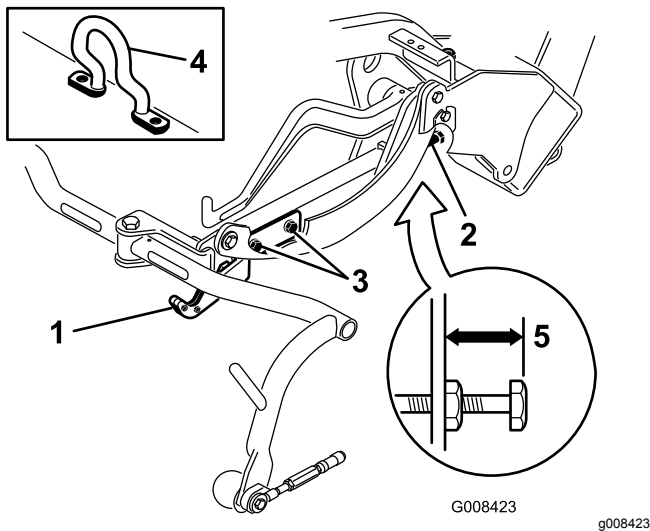
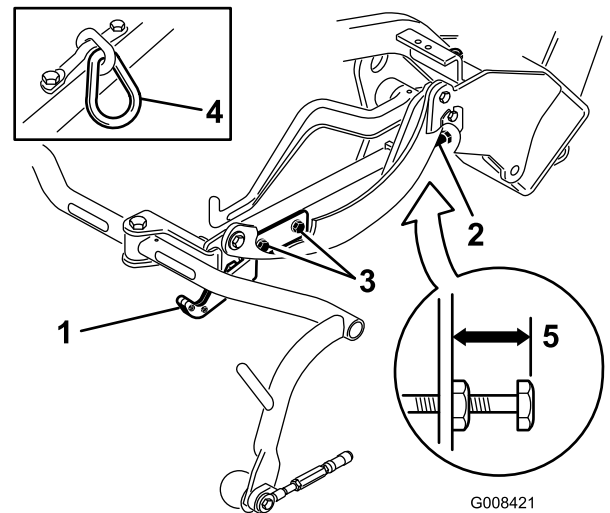
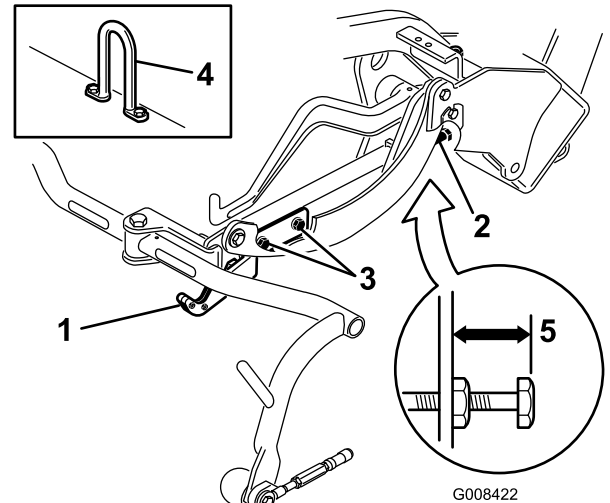

Figure 13
Figure 14
Figure 15
Vérifiez la hauteur de transport (Figure 14 et Figure 15) et ajustez-la au besoin.
2. Sur les unités de coupe équipées d'un crochet de levage décentré (Figure 13, détail), vérifiez qu'un espace de 25 mm existe entre le haut de la vis de réglage du bâti porteur et l'arrière du bâti porteur. Si l'espace n'est pas correct, passez à l'opération 4.
3. Sur les unités de coupe équipées d'un maillon de chaîne ou d'un crochet de levage droit (Figure 14 et Figure 15, détails), vérifiez qu'un espace de 22 mm existe entre le haut de la vis de réglage du bâti porteur et l'arrière du bâti porteur. Si l'espace n'est pas correct (22 mm), passez à l'opération 4. Si l'unité de coupe est équipée d'un crochet de levage décentré (Figure 13), passez à l'opération suivante.
4. Desserrez les vis de fixation de la plaque de transport (Figure 14, Figure 15 et Figure 13).
7. Si les bâtis porteurs ne sont pas tous à la même hauteur, desserrez l'écrou de blocage de la vis de réglage sur chaque bâti (Figure 13, Figure 14 et Figure 15). Tournez la vis vers l'extérieur pour élever le bâti ou vers l'intérieur pour l'abaisser. Serrez l'écrou de blocage une fois que vous avez obtenu la hauteur correcte.